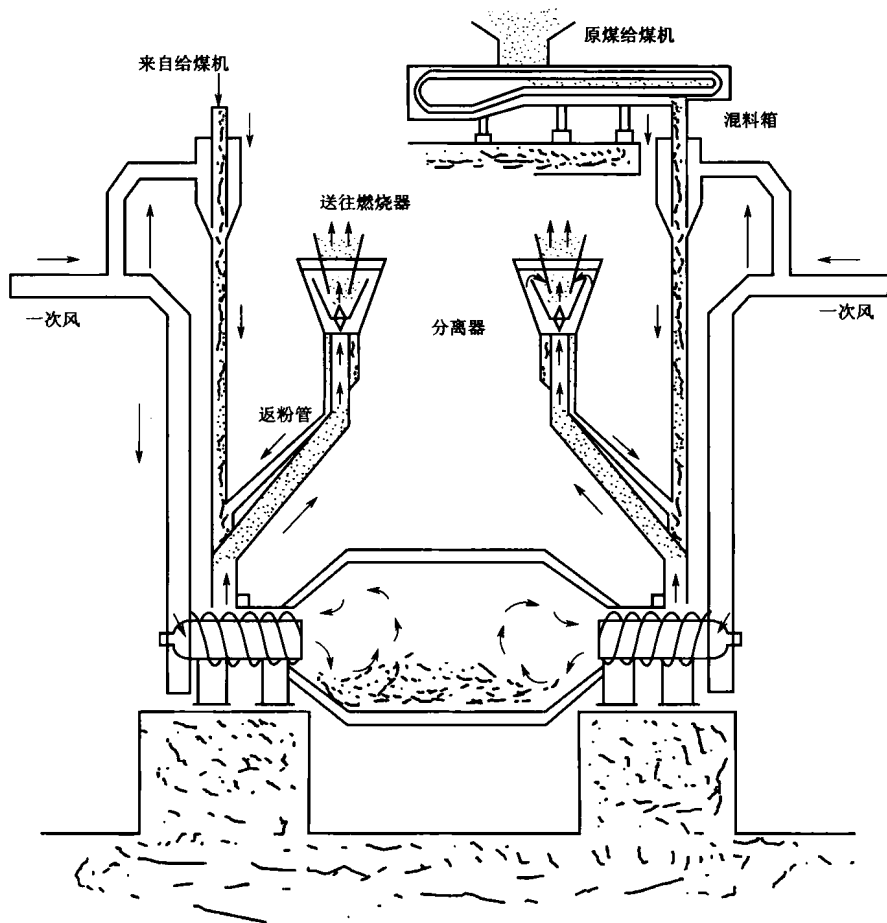

图 1-7 双进双出钢球磨煤机外形结构
(1) 钢球磨煤机,210/330(如图 1-7 所示),为 2 台。
(2) 刮板式给煤机,SMS25,50 m³/h,为 2 台。
- (3) 排粉风机, 7-29-1 N011 型, 为 2 台。
(4) 叶轮给粉机, DX-1 A, 为 6 台。
(5) 螺旋输粉机, $\phi 200$, $L=20$ m, 为 2 台(单端驱动)。